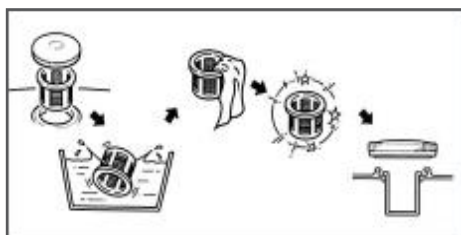

Рис.23
При необходимости вынимайте сетчатый фильтр из бака и производите его очистку (Рис. 23).
Рис. 23 Обслуживание фильтра заливной горловины топливного бака. Через каждые 300 часов работы необходимо производить очистку топливного бака от грязи и конденсата. Одновременно с очисткой топливного бака необходимо проверять и очищать фильтр 4, установленный внутри бака (Рис. 22). Поврежденный или сильно загрязненный фильтр необходимо заменить.
3. Выкрутите из топливного бака выходной штуцер и произведите его очистку (Рис. 23). Внимательно осмотрите сетчатый фильтр. При обнаружении механических повреждений замените штуцер топливного бака. 4. Промойте топливный бак чистым бензином.